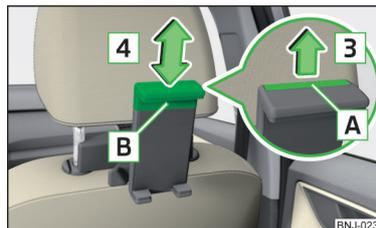

Fig. 88 Adaptar o tamanho do suporte
- Para **adaptar o tamanho do suporte**, retirar a patilha de segurança **A** no sentido da seta **3** e deslocar a parte **B** no sentido da seta **4** para a posição desejada » Fig. 88.